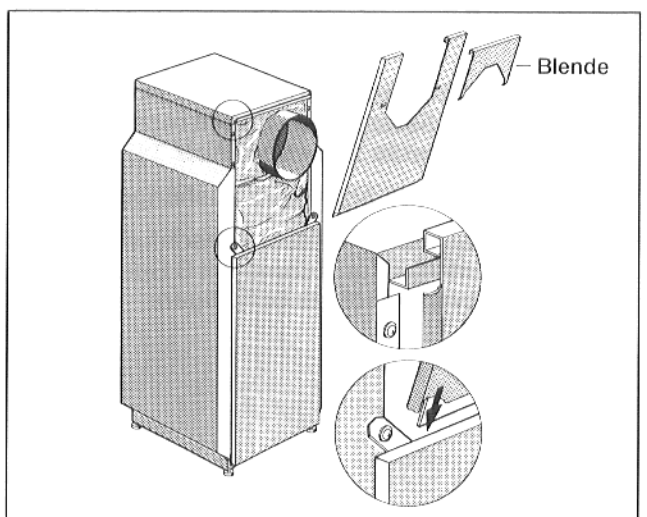

Abb. 18
- Obere Vorderwand unten mit der Abkantung hinter die untere Vorderwand einsetzen und oben in die Abkantung der Haube einhängen (Abb. 18).
- Blende in die waagrechten Schlitze der oberen Vorderwand einsetzen und oben in der Haube einhängen (Abb. 18).